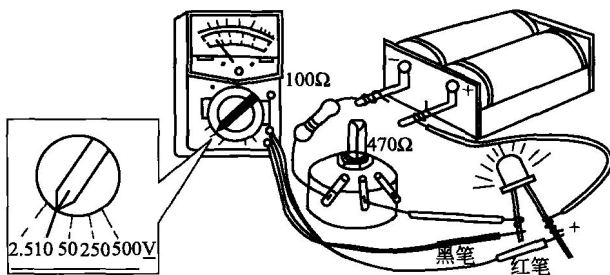

图 1-7 检测直流电压
② 测量方法 万用表应与被测电路并联。红笔应接被测电路和电源正极相接处，黑笔应接被测电路和电源负极相接处，如图 1-7 所示。
③ 正确读数 仔细观察表盘，直流电压挡刻度线是第二条刻度线，用 10V 挡时，可用刻度线下第三行数字直接读出被测电压值。注意读数时，视线应正对指针。
④ 应用举例